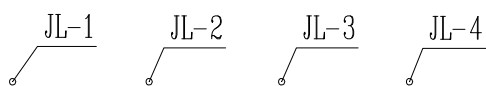

图 8-122 打开素材
① 按 Ctrl+O 组合键,打开配套光盘提供的“第 8 章/8.5.14 立管排序.dwg”素材文件,结果如图 8-122 所示。